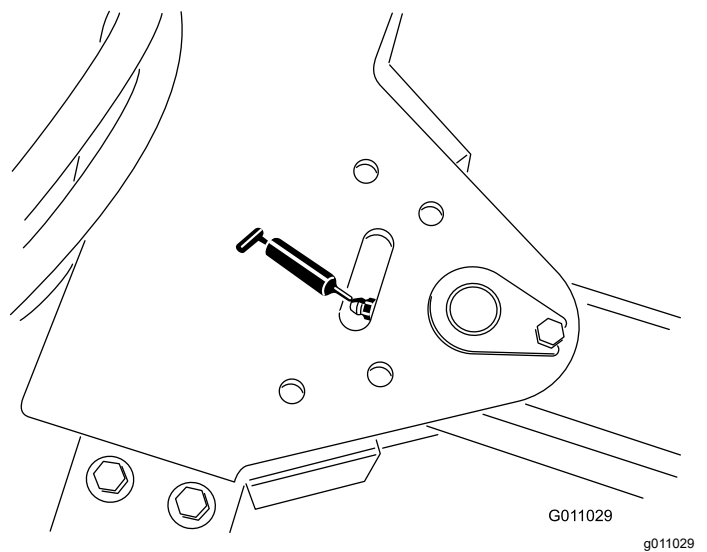

Figure 37
- Pivot de flèche d'attelage (1) (Figure 37)